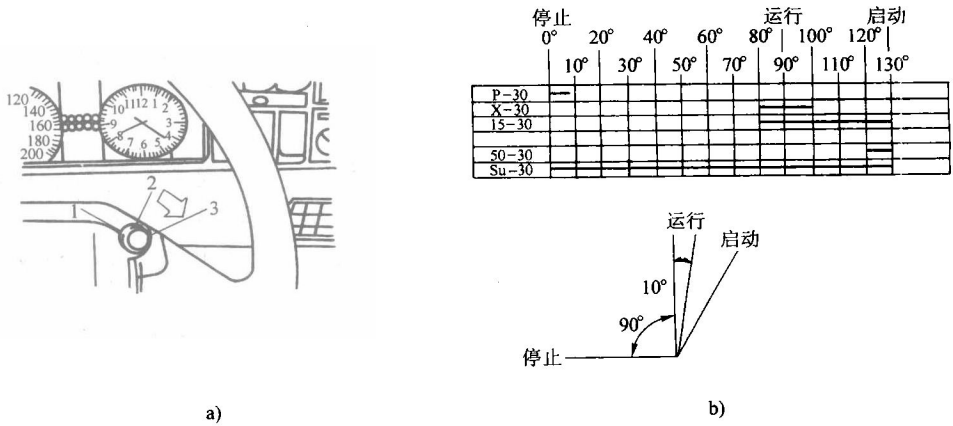

图 1—3 点火开关的位置及功能原理
置，如图 1—3 所示。捷达系列轿车随车配备有主钥匙和副钥匙，这两种钥匙均可控制点
(1) 点火开关的电路。如图 1—3 所示，点火开关具有 30、50、15、P、X、Su 6 个接